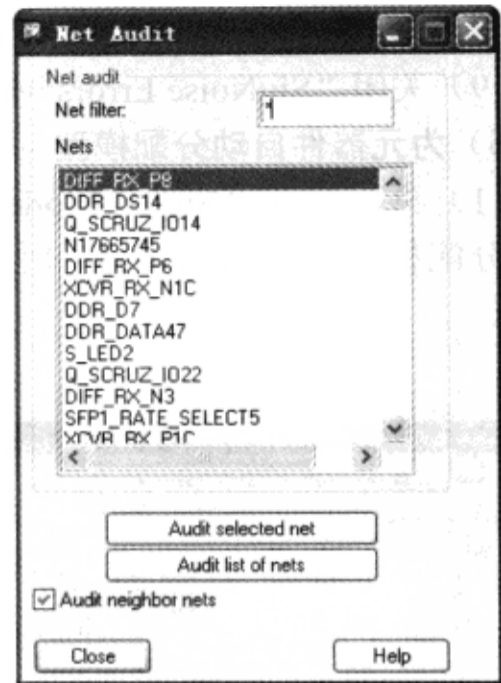

图 2-6-42 “Net Audit” 对话框
(2) 单击“SI Audit”按钮，弹出“Net Audit”对话框，如图 2-6-42 所示。